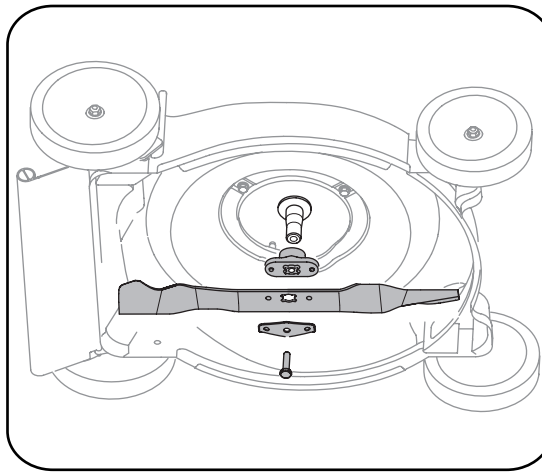

Figura 5-2
2. Saque el perno y el soporte de campana de la cuchilla que sostienen la cuchilla y el adaptador de la misma al cigüeñal del motor. Ver la Figura 5-2.